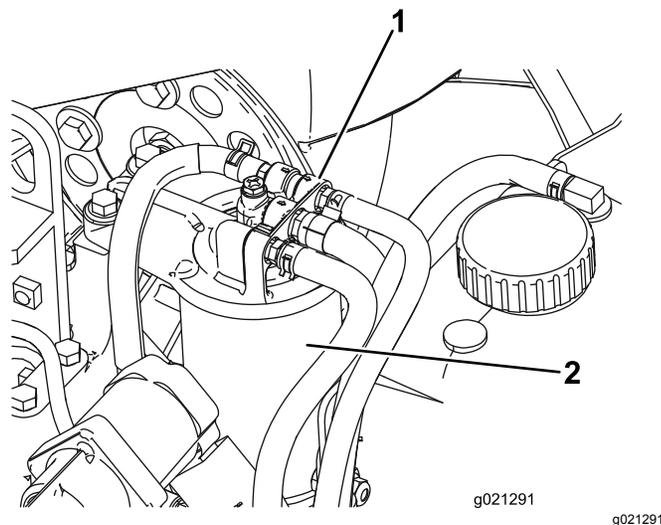

Figura 63
1. Pulite le superfici circostanti la testa del filtro del carburante (Figura 63).
2. Togliete il filtro e pulite la superficie di montaggio della testa del filtro (Figura 63).